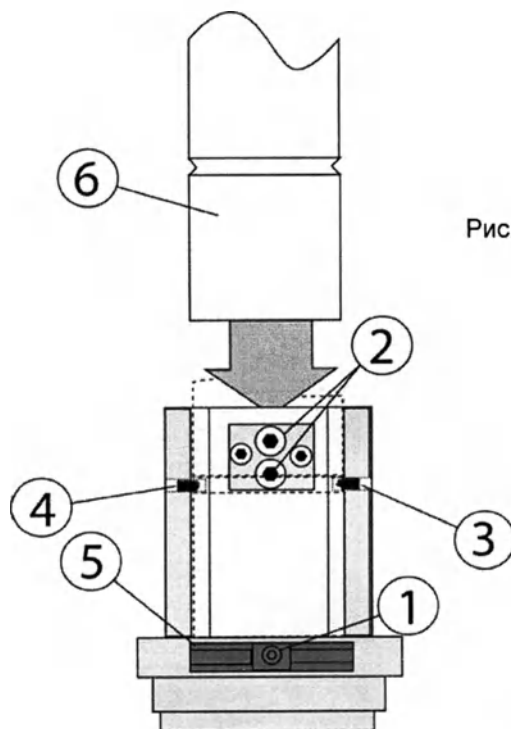

Рис. 12
- B. Удалите 2 винта, помеченных цифрой «2» на Рис. 12.
- C. Выкрутите 2 винта, помеченных цифрой «3» и «4» на Рис. 12.
Е. Уберите зажим для проводов с ручки, см. позицию «5» на Рис. 12.